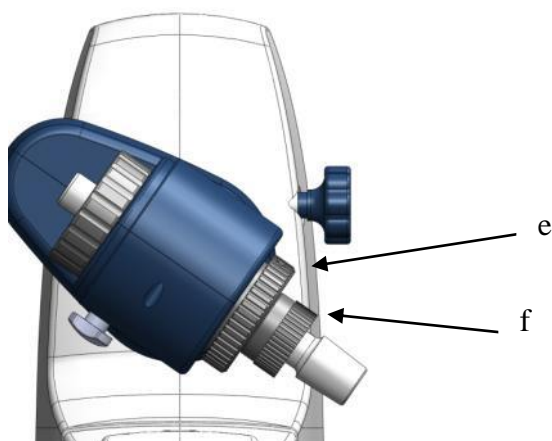

Рис. 9
- h) Поверните блокирующее устройство против часовой стрелки под углом 60° (е) (Рис.9).
- к) Пластиковый винтовой затвор (f) служит для соединения с испарительной колбой (Рис.9).